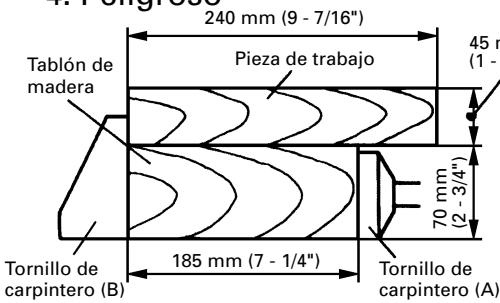

Fig. 19
- (1) En la Fig. 19 se muestran las dimensiones de una pieza de trabajo a cortarse en ángulo recto (0°). La utilización de una placa, como se muestra en la figura, permitirá el corte de piezas de trabajo de hasta 240 mm (9-7/16") de anchura × 45 mm (1-3/4") de altura.